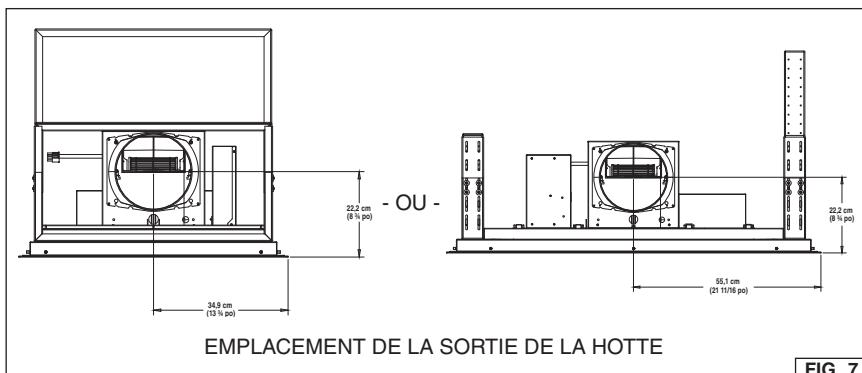

FIG. 7
5. L'orientation du ventilateur peut être changée selon l'emplacement de la sortie. Voir Fig. 7 pour les dimensions de la sortie d'air.